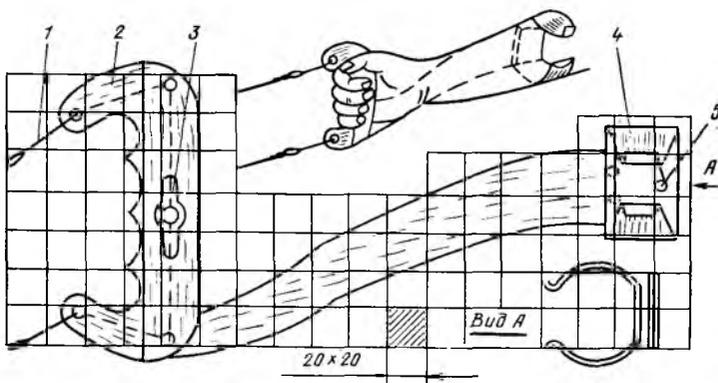

Рис. 67. Ручка управления:
**Ручка управления с фиксатором.** Самое сложное для авиамodelиста-кордовика — научиться управлять моделью не кистью, а всей рукой, сгибая ее лишь в локтевом или даже только в плечевом суставе. Чтобы быстрее освоить этот прием, применяют ручку управления, которая фиксируется на предплечье небольшим хомутом (рис. 67).